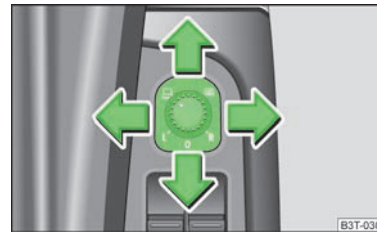

Abb. 53
- Den Drehknopf in die Position  » Abb. 53 stellen.
Bei Fahrzeugen mit dem Memory für den Fahrersitz kippt die Spiegelfläche etwas nach unten, wenn der Rückwärtsgang eingelegt wird und der Drehknopf sich in der Stellung R » Abb. 53 befindet. Dadurch wird beim Einparken die Sicht zur Bordsteinkante ermöglicht.